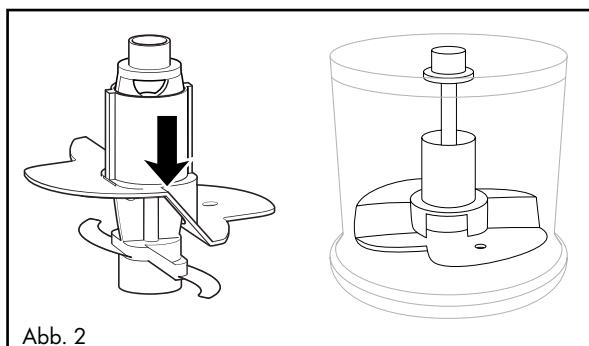

Abb. 2
- 1) Setzen Sie die Schüssel ⑧ in den Standfuß ⑩.
- 2) Schieben Sie die Emulgierscheibe ⑥ auf den Messerhalter ⑤:
- Für 100 ml Sahne stecken Sie ihn so auf den Messerhalter ⑤, dass die Emulgierscheibe ⑥ auf beiden Messern ⑦ aufliegt und einrastet (Abb.2):